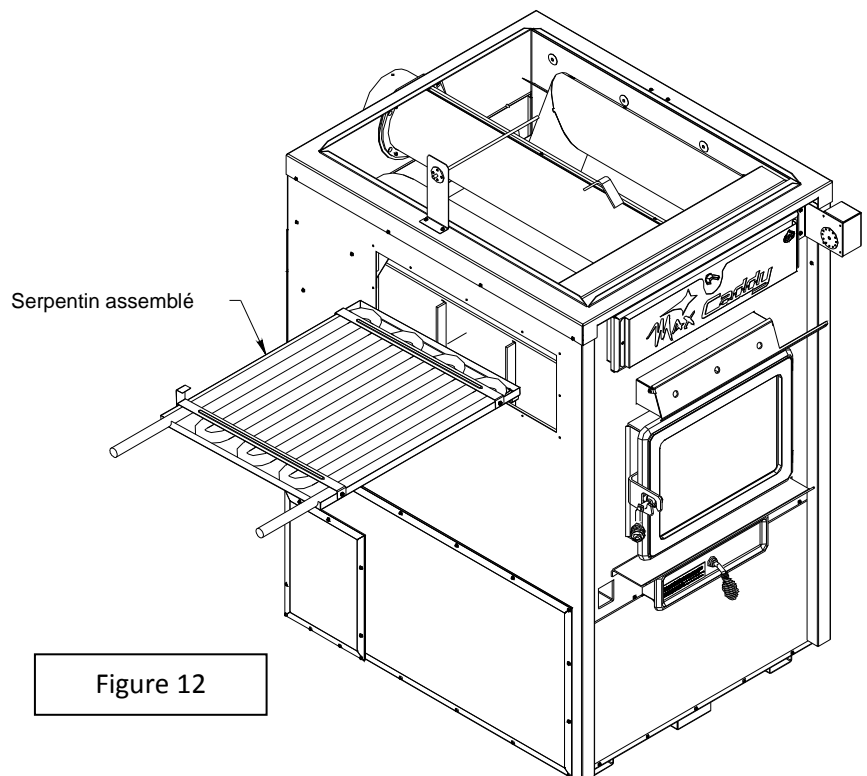

Figure 12
Étape 3: Glissez le serpentin assemblé entre la chambre à combustion et les échangeurs de chaleur. Il est important de centrer le serpentin assemblé sur la chambre à combustion pour en assurer sa stabilité et rendre son installation sécuritaire. (Figure 12)